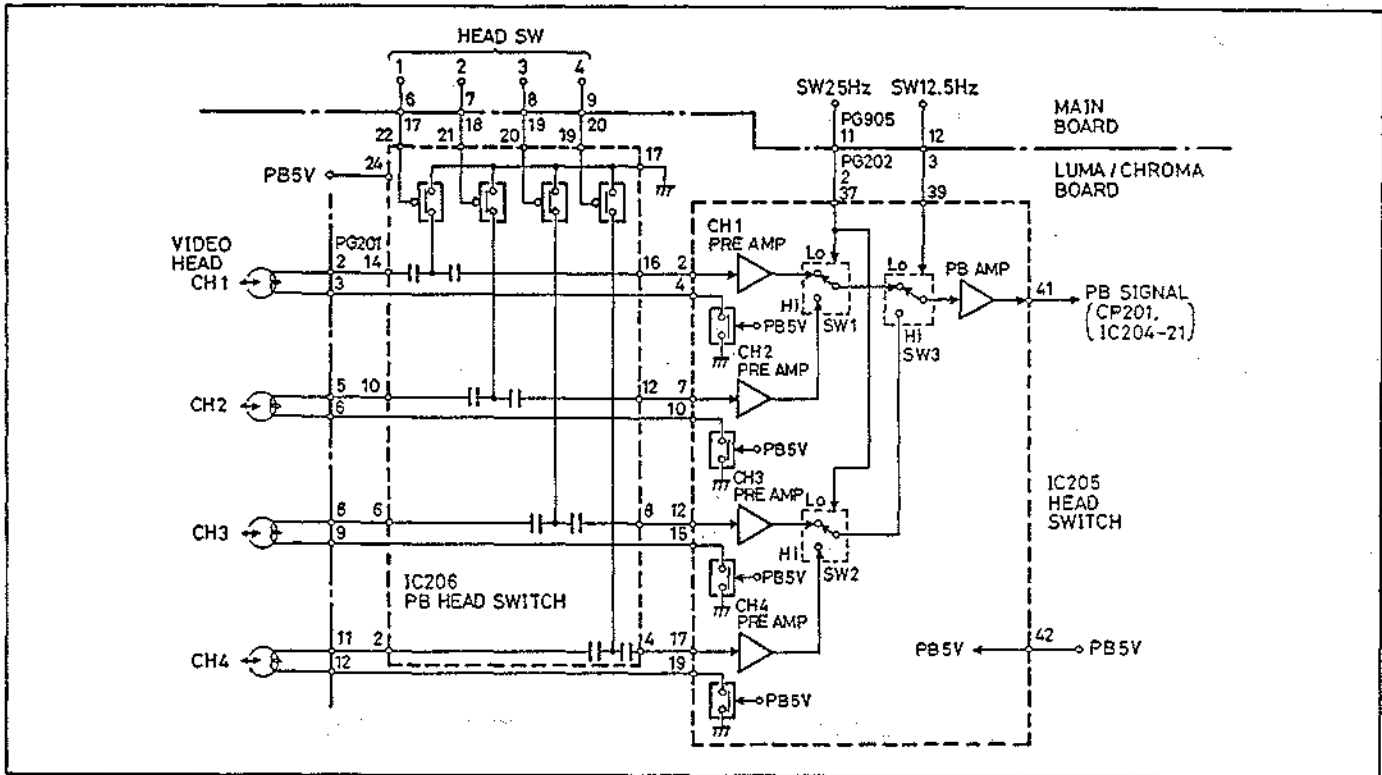

Abb. 5-5 Kopfwechsel-Schaltkreis
### (2) Kontinuierlicher Signalgenerator (Abb. 5-5)